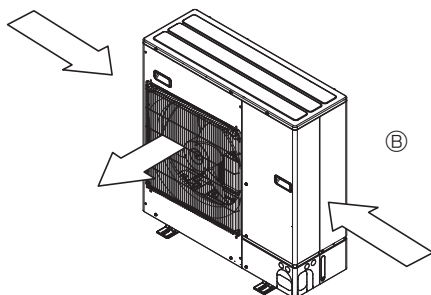

Fig. 2-6
- ③ Розмістіть блок так, щоб повітря виходило по можливості перпендикулярно до сезонного напрямку вітру. (Fig. 2-6)